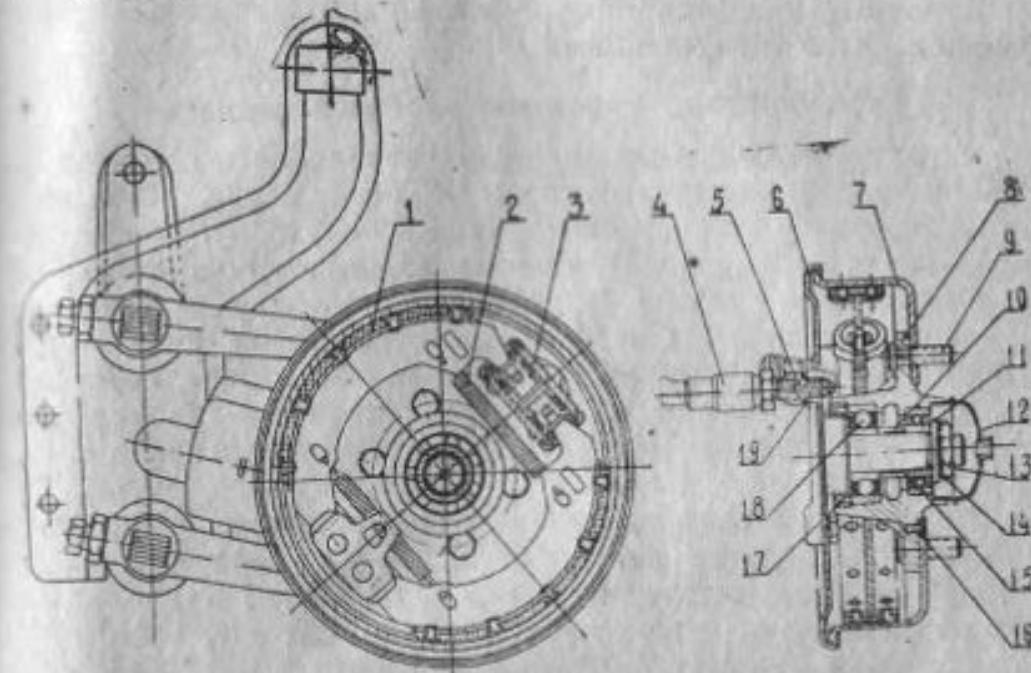

Рис. 32. Ступицы и тормоза передних колес
В ступицах передних колес (см. рис. 32) установлены шариковые радиальные однорядные подшипники № 204 (15) и № 304 (18), которые в период эксплуатации мотоколяски не требуют регулировки.